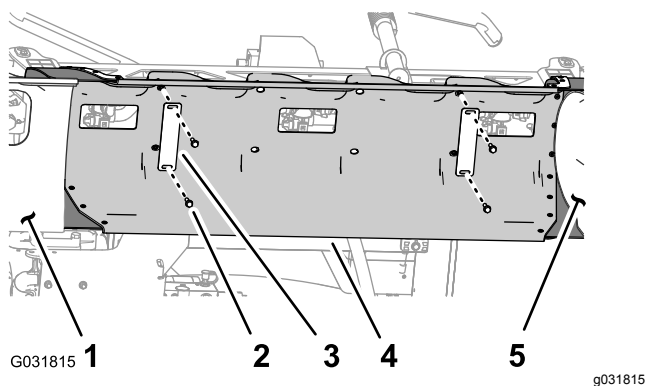

Figura 25
1. Enquanto segura a cobertura da secção central (11 bicos), retire os quatro parafusos de cabeça flangeada (5/16 x -1/4 pol.) e as 2 fitas da cobertura que prendem a cobertura ao suporte da cobertura (Figura 25).